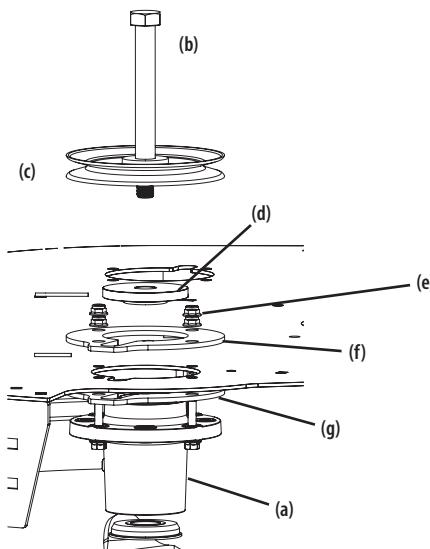

Figura 44
- Retire el perno hexagonal (b), la polea (c) y el espaciador (d) del conjunto del husillo (a). Consulte la Figura 44.
- Retire las cuatro tuercas de seguridad con brida que fijan (e) la placa de soporte superior (f), la placa de soporte inferior (g) y el conjunto del husillo (a) a la plataforma. Consulte la Figura 44.
- Para instalar el conjunto del husillo realice el proceso en orden inverso. Al instalar el nuevo conjunto del husillo asegúrese de instalar los herrajes exactamente como se muestra en la Figura 44 y la Figura 44. Torque los pernos de brida hexagonal 250 pies-lb (338.95 N·m) y las tuercas de seguridad con brida a 21-32 pies-lb (28.47 a 43.39 N·m).